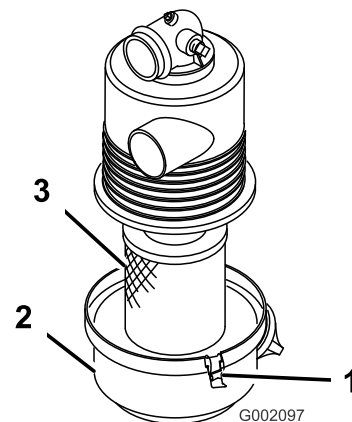

Figura 16
1. Inspeccione la carcasa del limpiador de aire por si hubiera daños, que podrían causar una fuga de aire. Asegúrese de que la tapa hace un buen sello alrededor de la carcasa del limpiador de aire (Figura 16).
2. Abra los enganches que sujetan la tapa del filtro de aire a la carcasa del filtro de aire (Figura 16).
3. Separe la tapa del filtro de aire de la carcasa del filtro de aire, y limpie el interior de la tapa (Figura 16).
3. Instale el elemento del filtro de aire en la carcasa del filtro de aire (Figura 16).
4. Alinee la tapa del limpiador de aire con la carcasa del limpiador de aire (Figura 16).
5. Sujete la tapa a la carcasa con los enganches (Figura 16).